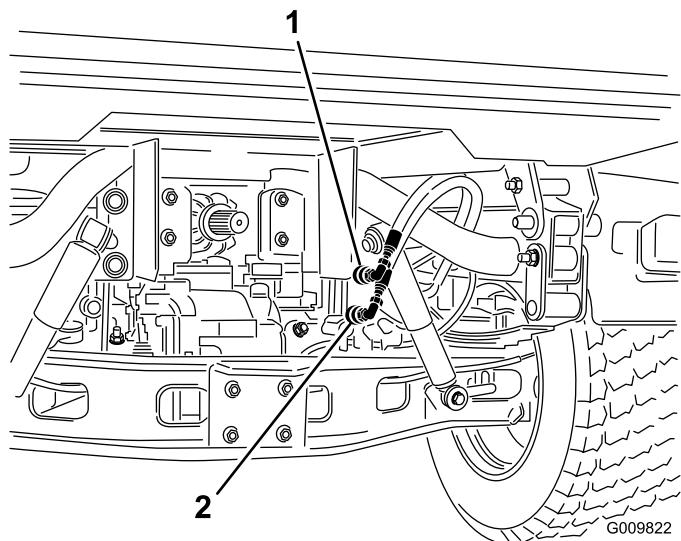

図 75
- それぞれの車両で、クイックカップラホース2本を、カップラブラケットのホースから外す図75。